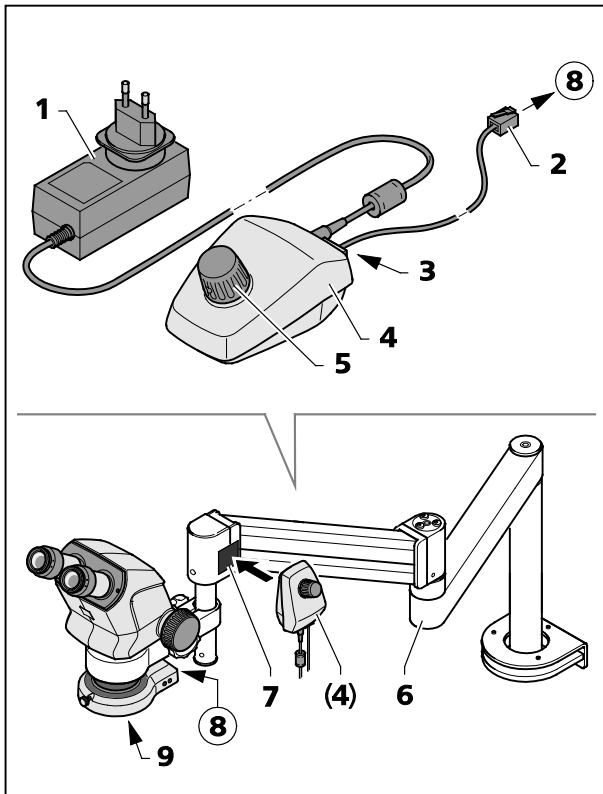

図 18 コントローラー K LED
コントローラー K (図 18/4) は、ブームスタンド B または U、あるいはその他のスタンドと一緒に使用する際のリングライトの制御に使用します。
- フロントレンズシステム (図 18/7) を顕微鏡本体に取り付けます。
- コントローラー K (図 18/4) をマグネットプレート (図 18/7) にセットします。
- 電源装置 (図 18/1) を使用して、コントローラー K を電源に接続します。
- スイングアームスタンド (図 18/6) を使いやすい位置に調整します。
- コントローラー K の回転ボタン (図 18/5) を押すとリングライトがオンになり、回転ボタンを回して強度を調整します。
- バグネットプレート (図 18/7) の接着側をスイングアームスタンドに固定します。
- 同梱の接続ケーブル (1 m) (図 18/2) をリングライトのソケット (図 18/8) とコントローラー K 背面のソケット (図 18/3) に差し込みます。